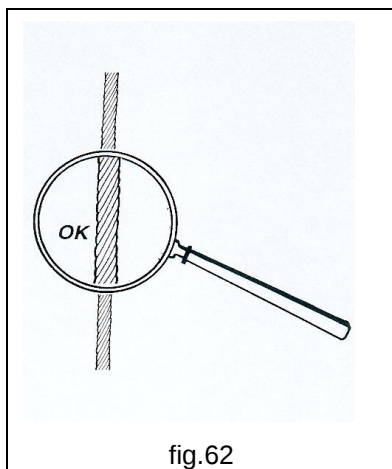

fig.62
- **TOUJOURS** vérifier l'adéquation et l'efficacité des harnais (chaînes, câbles, faisceaux, etc.), vérifier notamment qu'ils ne présentent pas de lacérations, écrasements, torons cassés ou parties non lubrifiées (fig.62).